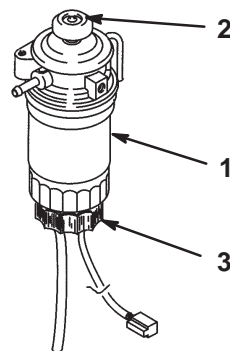

Figure 28
2. Appuyez sur le bouton d'amorçage en haut du filtre à carburant jusqu'à ce que vous sentiez une résistance (Fig. 28).